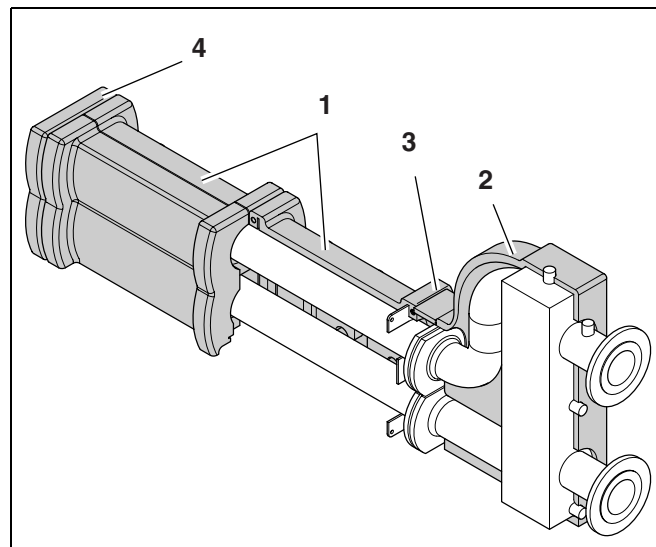

Рис. 9 Сборная линия
- Установите задние оболочки на сборной линии (рис. 9, поз. 1).
- Установите заднюю часть оболочки на открытый распределитель (рис. 9, поз. 2).
- При необходимости обрежьте часть оболочки до требуемого размера (рис. 9, поз. 3).
- Установите переднюю теплоизоляционную оболочку гидравлического разделителя. При необходимости обрежьте оболочку до требуемого размера (рис. 9, поз. 3).
- Установите заглушку на сборную линию (рис. 9, поз. 4).